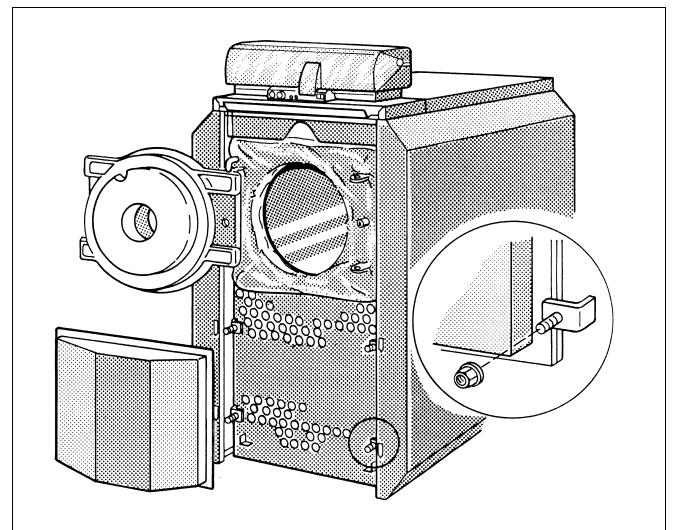

Abb. 29 Revision/Inspektion
- Schrauben vom Spannwinkel lösen, Spannwinkel wegschwenken und Umlenkhaube abnehmen (Abb. 29).
- Umlenkhaube anlegen und mit Spannwinkel dicht verschließen (Abb. 29).
4	Vordere Verkleidungsteile abnehmen, Brennertür öffnen (Abb. 29)